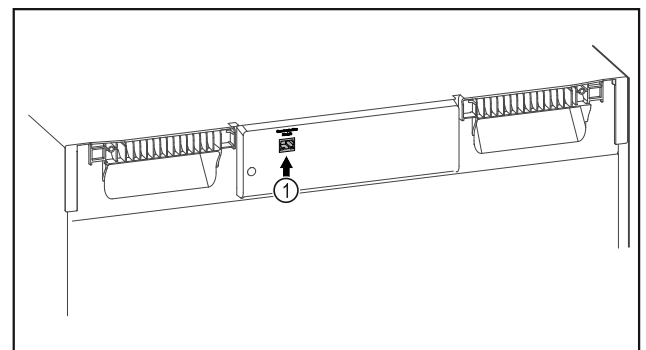

Fig. 71
- SmartModule Fig. 71 (1) ist eingesetzt.